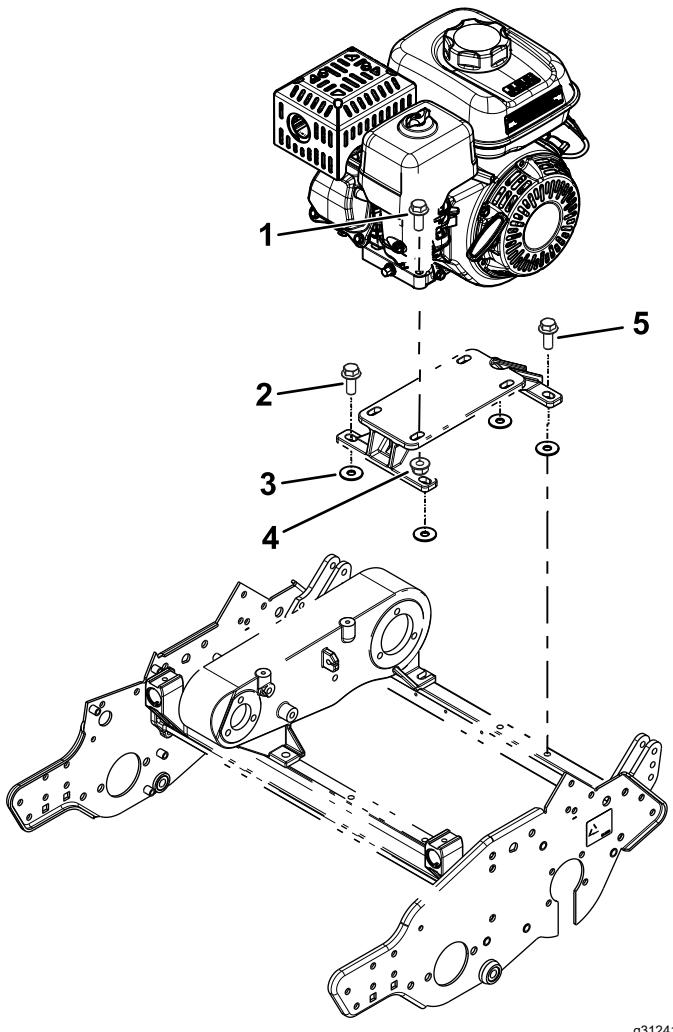

图 4
3. 如图 4 所示用之前卸下的螺栓和 4 个垫圈 $\frac{3}{8} \times 1\frac{1}{8}$ 英寸将发动机安装支架安装到机器上。松松地安装左后发动机螺栓如图 4 所示。
4. 使用之前卸下的螺栓和螺母 图 4 将发动机安装到发动机安装支架上。
8. 从发动机基座卸下左后螺栓图 4 然后用该螺栓将 R 形夹和油门拉索固定到发动机基座。
10. 拧紧所有的发动机安装螺栓和发动机安装支架螺栓图 4。